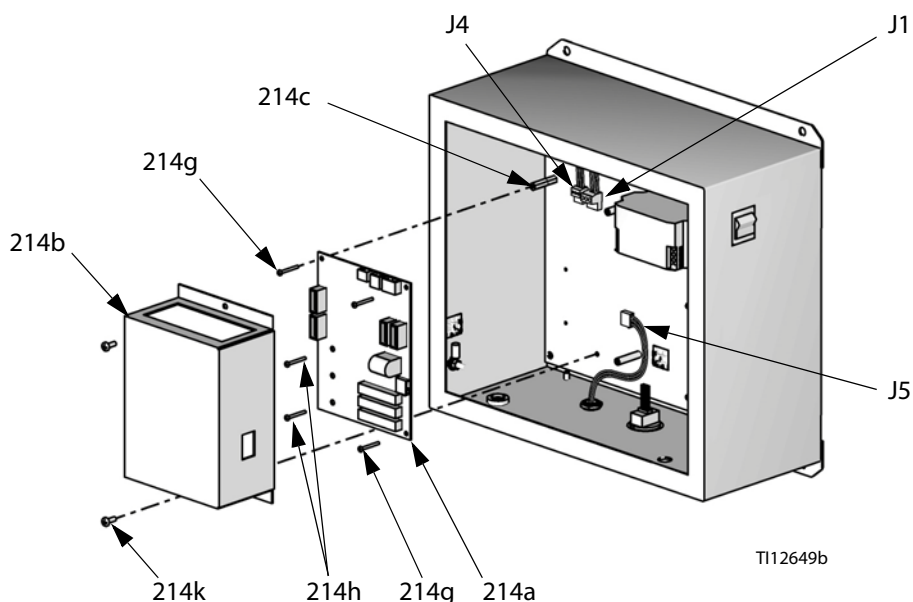

Рис. 15: Замена барьерной платы
4. С помощью входящего в комплект безопасного инструмента (арт. № 122239) открутите 2 винта (214k) и снимите крышку (214b). См. Рис. 15.